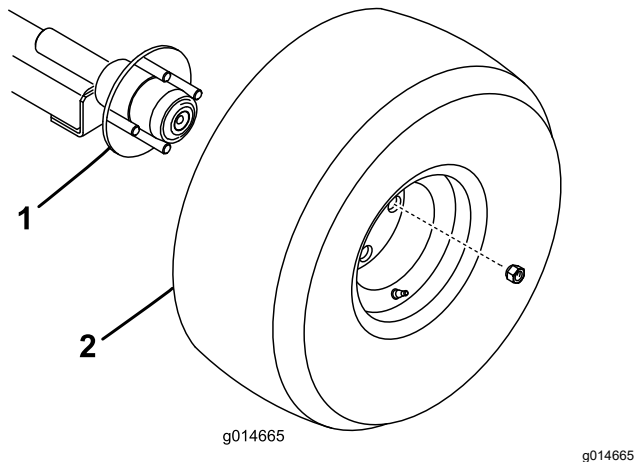

Figure 5
1. Montez une roue sur chaque moyeu d'essieu à l'aide de 4 écrous de roue (Figure 5). Serrez les écrous à 108 N·m.